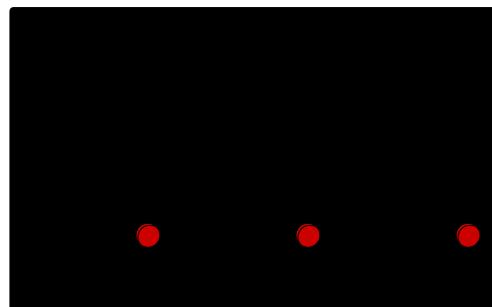

Рисунок 4
5.1 Включение изделия осуществляется нажатием и удержанием в течение 2 секунд кнопки «ВК/ВЫК». При включении на дисплее изделия должны высветиться три точки (*см. рисунок 4*) и произвать короткий звуковой сигнал.